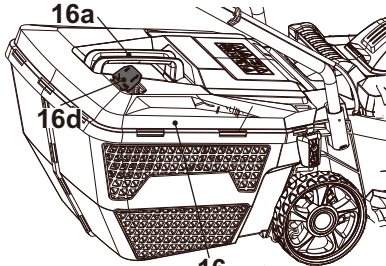

Fig. 16
1. Lorsque la trappe (16d) est ouverte, le bac de ramassage (16) possède un volume suffisant pour ramasser de l'herbe (Fig. 16).